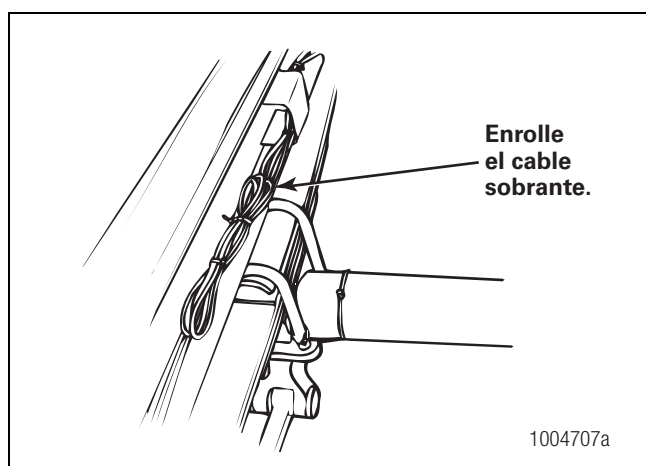

Figura 3.2
6. Fije el cable del sensor cada 12 pulgadas. Enrolle y guarde correctamente el cable sobrante en el subbastidor. Figura 3.2.